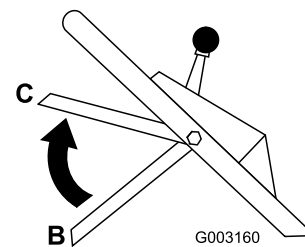

Figura 18
3. Levante la barra de control hasta la posición central, unas 12,7 cm (5 pulg.) por debajo del travesaño del manillar (Posición C en Figura 18).
4. Suelte la barra de control (Posición B en Figura 18).